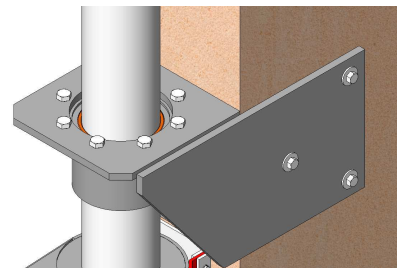

Abb. 8
- Es wird ein Führungshalter empfohlen (Abb. 8).